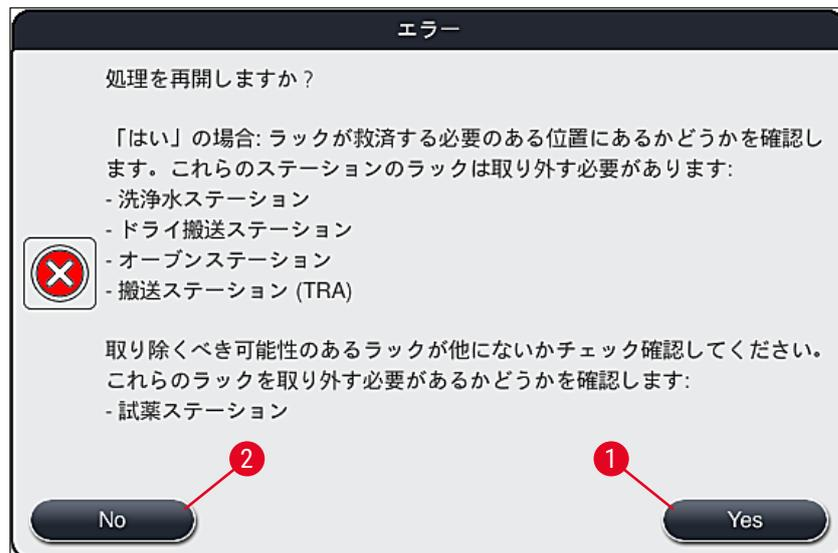

図 110
4. ここでオペレーターは、染色プロセスを再開するか (→ P. 135 – 8.2.2 電源障害後の染色処理の再開)、またはキャンセルするか (→ P. 137 – 8.2.3 電源障害後の全染色処理のキャンセル)(→「図 110」) を選択できます。
- 直前の情報メッセージ(→「図 110」)に従って救済を要するラックを装置から取り出し、画面上の対応するステーション(→「図 111-1」)を押して取り出したことを確認します。
染色処理をキャンセルし、前の選択メニュー(→「図 110」)に戻るには、「キャンセル」ボタン(→「図 112-2」)を押します。